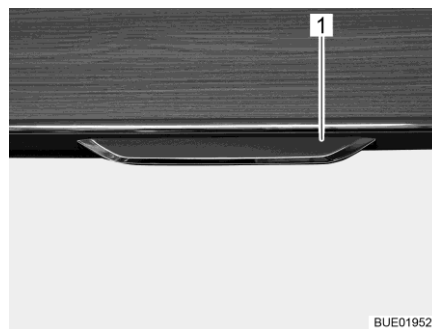
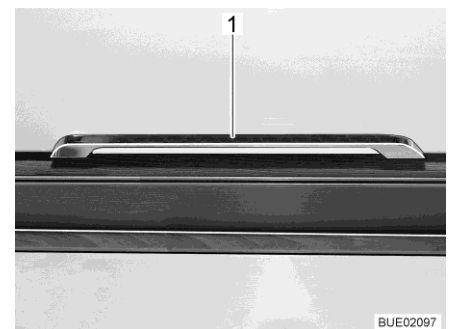

Fig. 66 Trampilla de mueble con tirador de desbloqueo
Fig. 67 Tirador de desbloqueo (Ixeo T)
- Tirar el tirador de desbloqueo (Fig. 66,1 y Fig. 67,1) hacia fuera o hacia abajo.